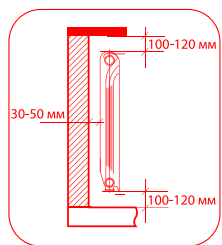

рис. 1
**1. Для эффективной р боты р ди тор необходимо соблю дть монт жные р сстояния, ук з нные н рис. 1**